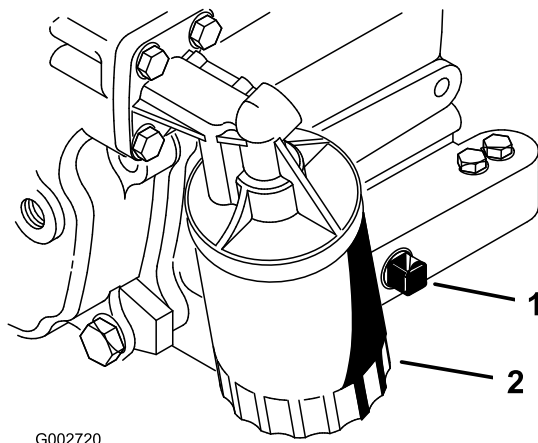

Bild 25
2. Entfernen Sie die Ablassschraube (Bild 25) und lassen das Öl in ein Auffanggefäß ab. Schrauben Sie die Ablassschraube wieder ein, nachdem das Öl abgelaufen ist.
3. Entfernen Sie den Ölfilter (Bild 25). Ölen Sie die neue Dichtung am Ölfilter leicht mit frischem Öl ein.